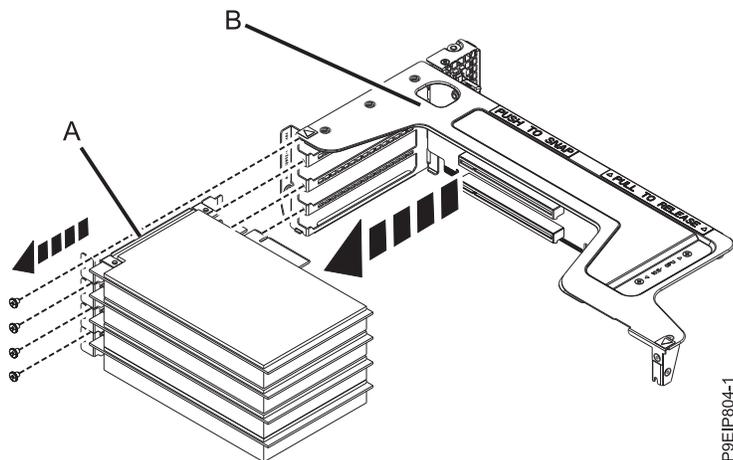

図 50. ライザーからのアダプターの取り外し
- ねじ (A) を取り外し、保持ピン (B) を引っ込めます。
- アダプター (A) のプラグを PCIe アダプター・ライザー (B) から抜きます (50 ページの図 50 を参照)。